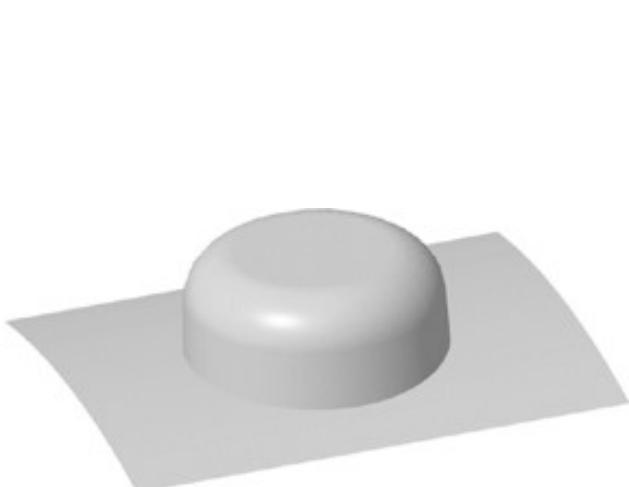

图4-11 创建倒圆角特征
Step 26 单击“倒圆角”按钮, 创建倒圆特征($R10\text{mm}$), 如图4-11所示。